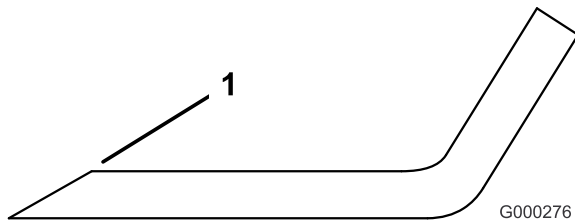

Figura 71
1. Affilate il tagliente da entrambe le estremità della lama (Figura 71). Rispettate l'angolazione originale. La lama conserva il proprio equilibrio soltanto se viene rimossa una quantità uguale di materiale da entrambi i taglienti.